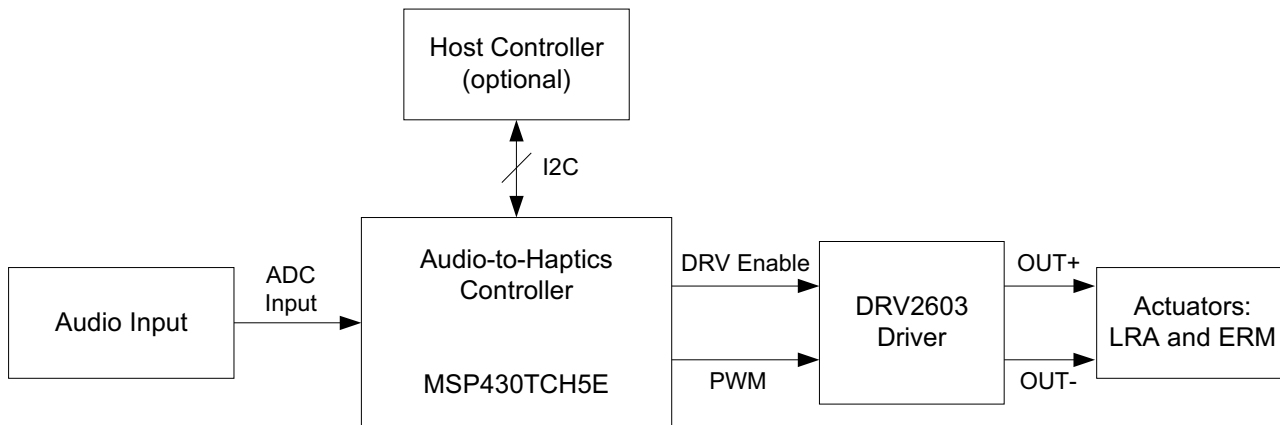

图 3. 将 MSP430TCH5E 器件用作音频转触觉控制器的典型应用
- 应用控制台，在此类应用中，MSP430TCH5E 器件被用作将音频输入转换为各自的触觉效果的音频转触觉控制器。请见图 3。